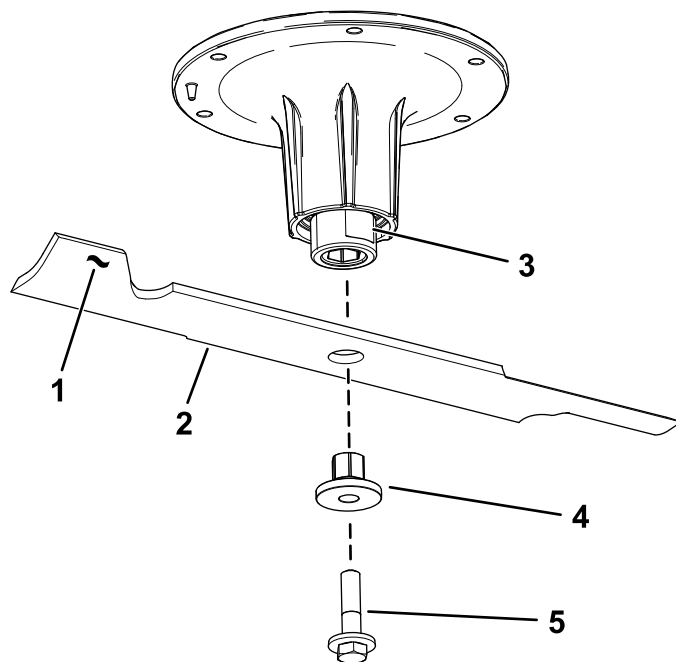

Figura 75
2. Retire el perno de la cuchilla, el casquillo y la cuchilla del eje (Figura 75).